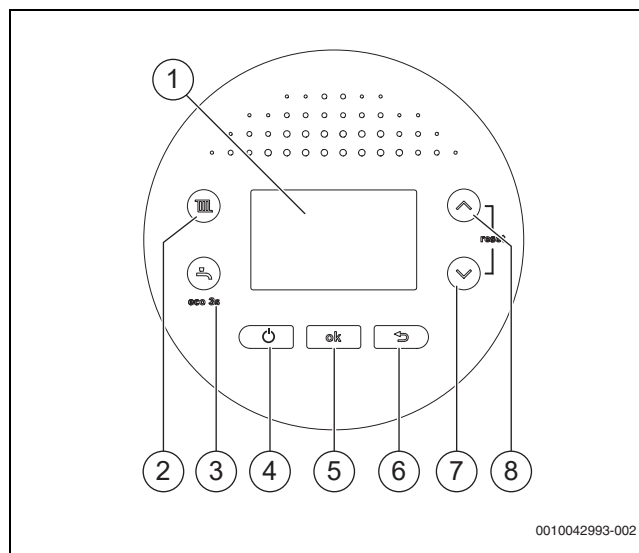

Fig. 1 Privire de ansamblu asupra panoului de comandă
- ▶ Opriți aparatul folosind tasta (→ fig. 1).